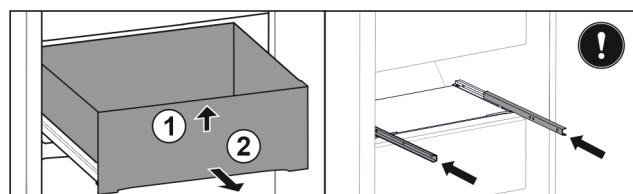

Fig. 36
- ▶ Unieść szufladę z przodu. Fig. 36 (1)
- ▶ Wyjąć szufladę do przodu. Fig. 36 (2)